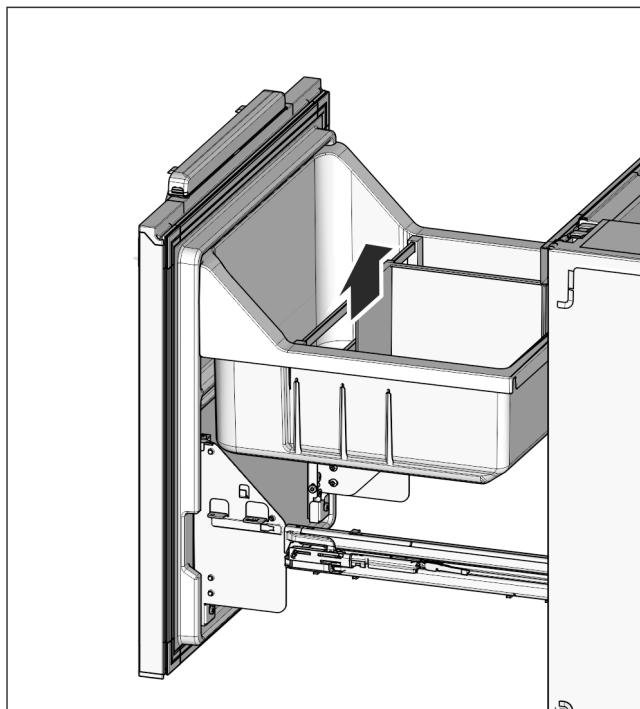

Fig. 25
- ▶ Поставете отново поставката за бутилки Fig. 25 (32) и изтеглящата се вана Fig. 25 (31).